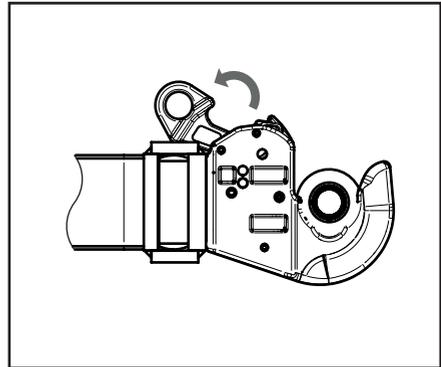

Abb. 5.90
8. Die Unterlenker freigeben und hierzu die Freigabehebel bis zum Anschlag nach hinten (Abb. 5.90) in die Öffnungsposition ziehen (festgestellte Position).